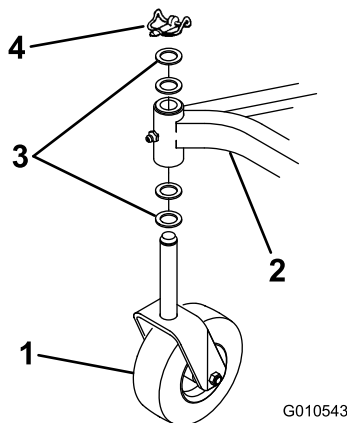

Figura 5
2. Retire o pino de sujeição e as 2 anilhas de encosto enviadas com cada conjunto de roda giratória. Deixe 2 anilhas de encosto em cada veio, insira os veios no tubo de montagem da estrutura e instale as anilhas de encosto e pino de sujeição (Figura 5).